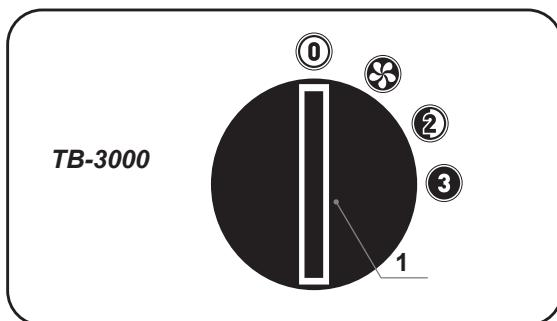

Рис. 1. Блок управления:
5.1. Схема тепловой пушки представлена на рис. 1: